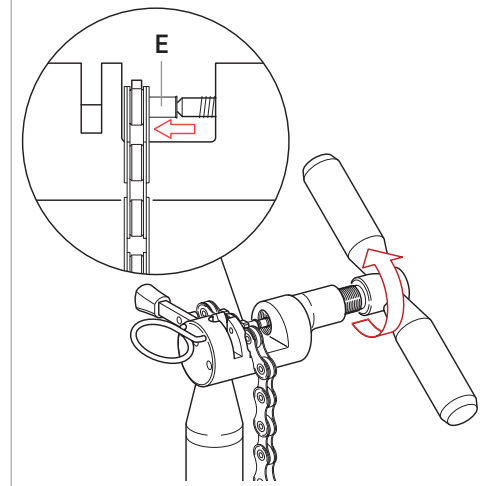

Fig.14
- En appliquant une force homogène, vissez l'outil (Fig. 14) jusqu'à ce que la bague (E) entre complètement sur toute l'épaisseur du maillon.